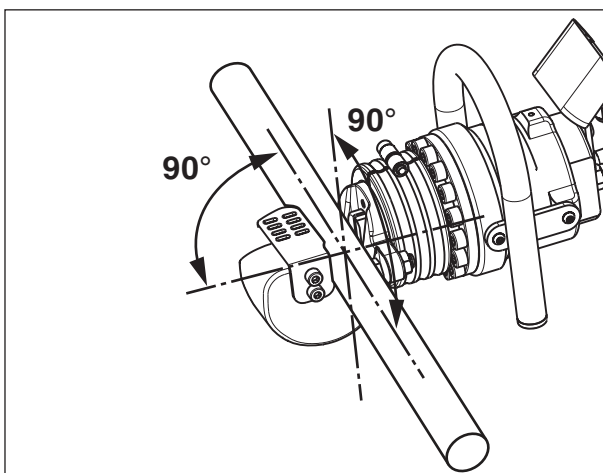

Figura 7, Posizionamento del materiale nella testa di taglio
Posizionare il materiale da tagliare tra le lame del tagliabarre in maniera tale che risulti perpendicolare all'asse dello stelo, come illustrato nella figura 7. Questo assicurerà un taglio di massima qualità, ponendo al contempo il minor carico possibile sul tagliabarre.
3. Sistemare il materiale da tagliare tra la lama fissa e quella mobile. Verificare che sia perpendicolare all'asse dello stelo, come illustrato nella figura 7. Per maggiori informazioni, fare riferimento alle istruzioni contenute nella sezione 8.5.